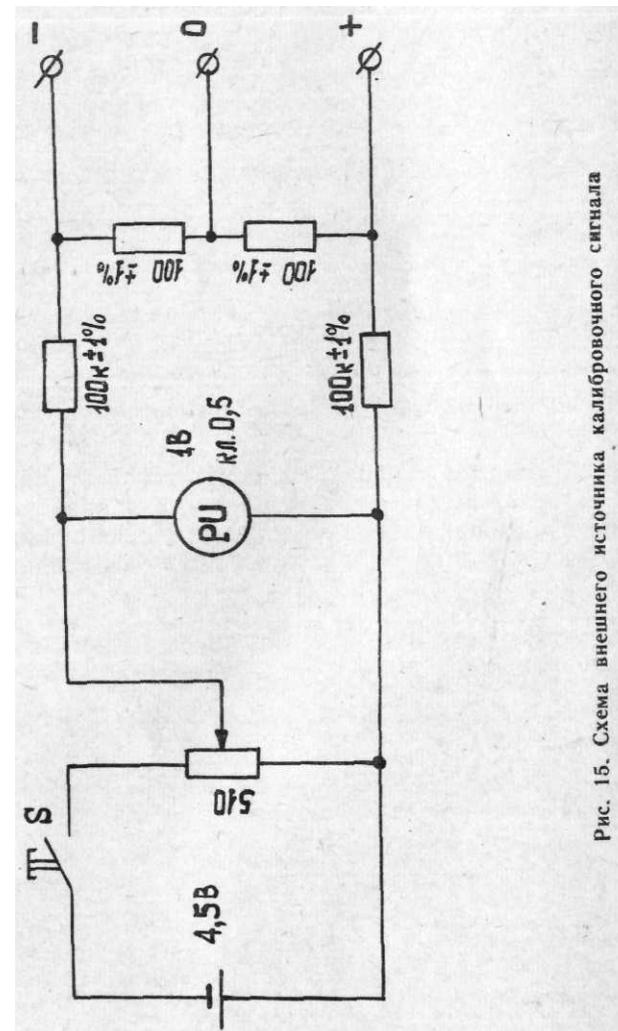

Рис. 15. Схема внешнего источника калибровочного сигнала
Подключите выводы кабеля отведений к гнездам внешнего источника калибровочного сигнала (рис. 15); желтый (L) к «+», красный (R) к «—», гнездо заземления «\_L\_» к «O» и установите по прибору PU напряжение 1В.